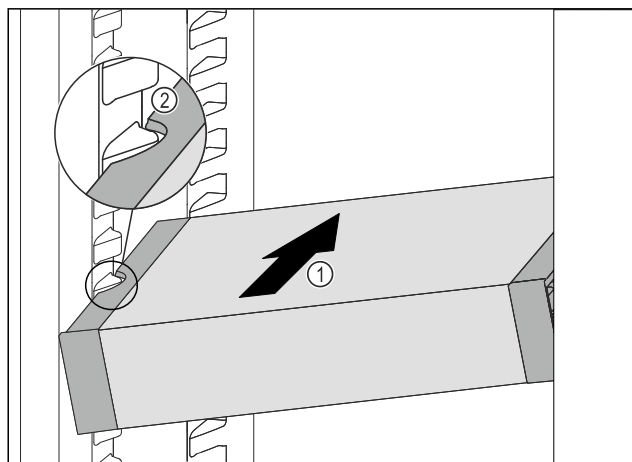

Fig. 169
- Insérer le VarioSafe en biais dans la partie réfrigérateur *Fig. 169 (1)* jusqu'à ce que les encoches latérales *Fig. 169 (2)* du VarioSafe se trouvent à la hauteur de la nervure du bac dans la partie réfrigérateur.